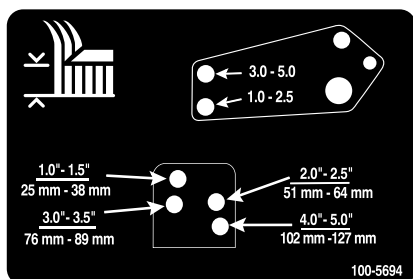

Рисунок 29
10. Совместите отверстия тяг демпферов с выбранными отверстиями кронштейнов высоты скашивания в раме деки газонокосилки, вставьте шплинтуемые штифты и зафиксируйте их игольчатыми шплинтами (Рисунок 29).